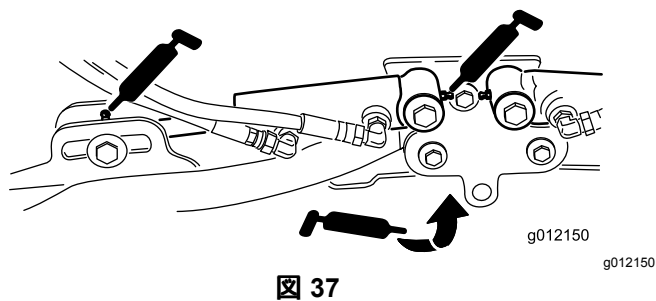

図 37
- 昇降アームのシリンダ各カッティングユニットの2ヶ所 図 37